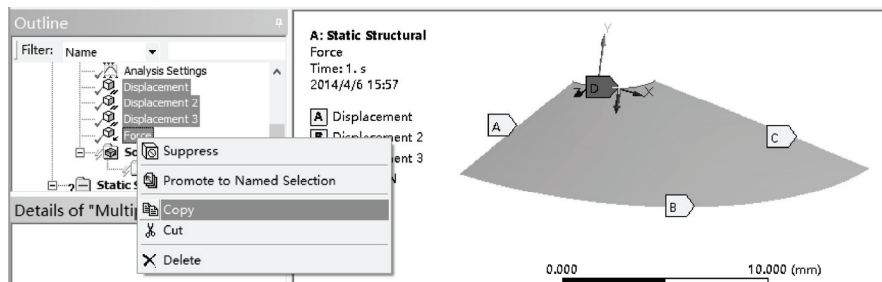

图 7-22 复制载荷
8) 在树结构图中, 选择上面添加的项, 单击右键, 选择 Copy 命令复制载荷, 如图 7-22 所示。